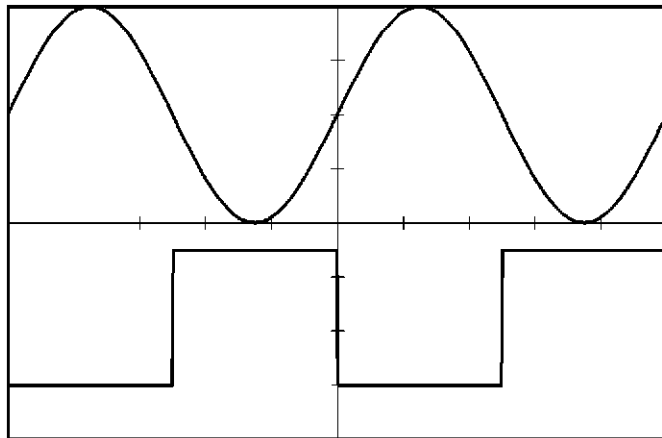

図 8-23 シーケンス・マーカ、ネガティブの確認波形
18. 図 8-23 のように、出力信号が負の区間でハイになっているマーカが出力することを確認します (マーカ極性ネガティブの確認)。